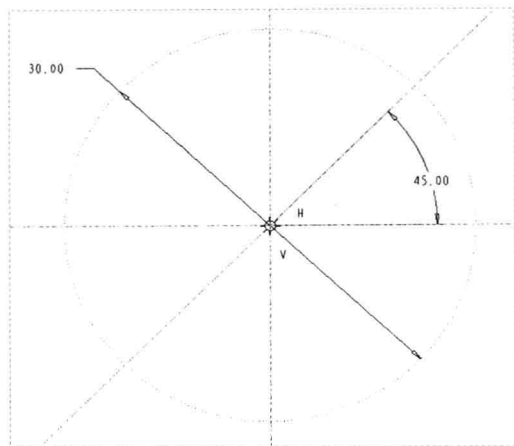

图 13-44 绘制中心线 2
Step 04 在“功能区”选项板的“草绘”选项卡中,单击“草绘”面板中的“中心线”按钮 --- ,绘制一条倾斜的中心线,如图 13-44 所示。